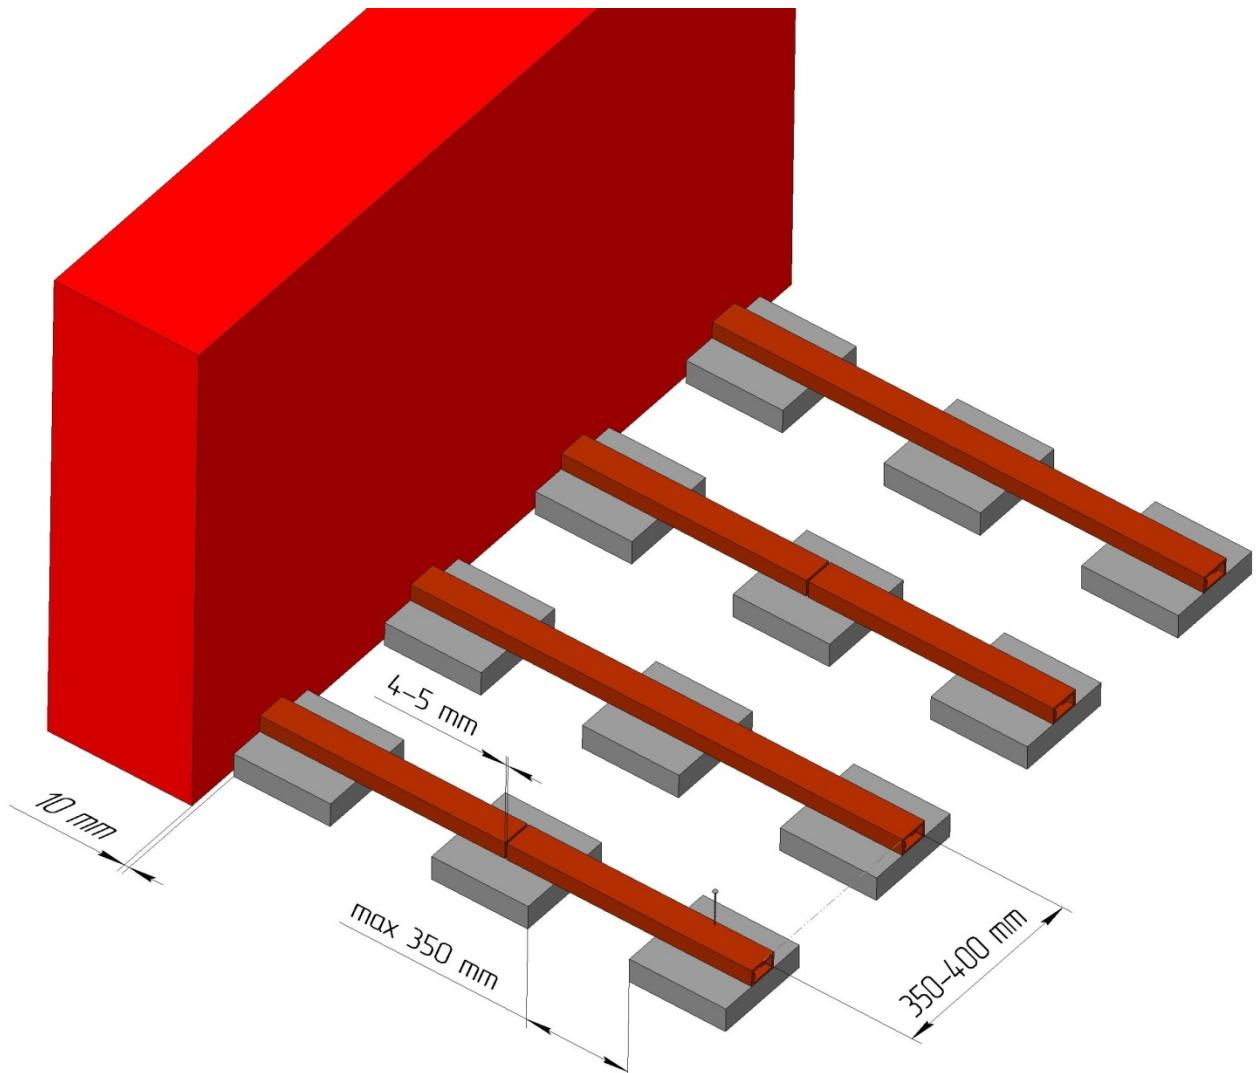

Рис. 1.
4.4. Опорные лаги должны иметь точечную опору. Их непосредственная укладка на грунт, гравийную постель, бетонное основание и т.п. не рекомендуется. Следует обращать внимание на наличие необходимого уклона не менее 1-1.5° в продольном направлении подлежащих укладке террасной доски. Рис.1